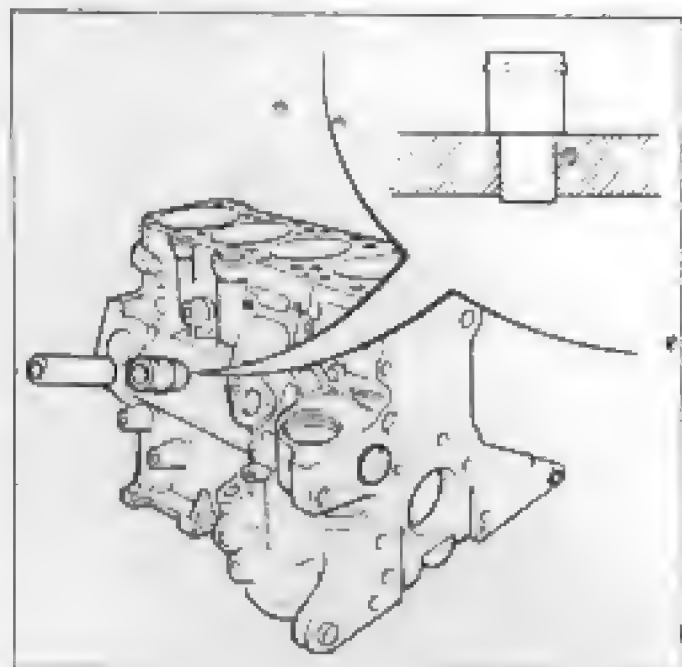

Fig.36-Tubo de ventilação do cárter
- Tubo do sistema de ventilação do cárter, posição correta no bloco (fig.36).